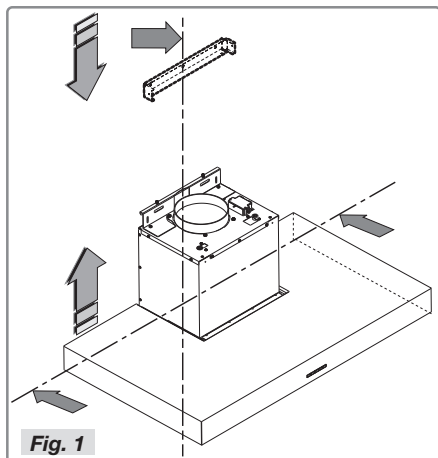

Fig. 1
- Posisjoner braketten med henvisning til størrelsene i Fig. 1 og fest den med de medfølgende skruene og pluggene (Fig. 10).